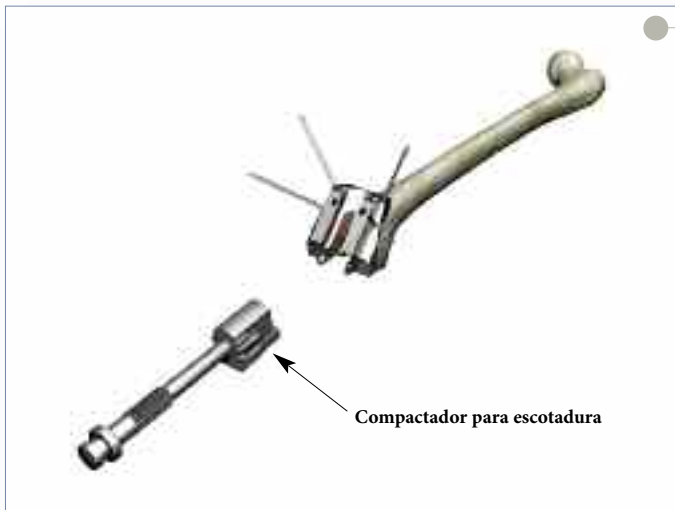

Figura 30
- ▶ Monte el compactador para escotadura del tamaño adecuado en el mango del perforador (**Figura 30**).